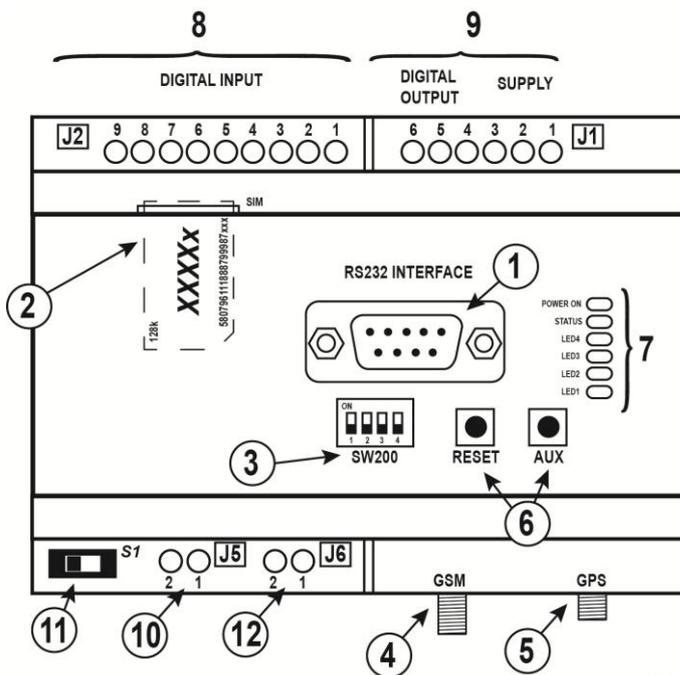

Fig. 1 – Indicações REWIND
2.1 Teclas e DIPSWITCH (Ref. Fig. 1)
2.2 LED de sinalização (Ref. Fig. 1)
2.3 Conexões para o dispositivo (Ref. Fig. 1)
- **(Até a versão de FW 1.36):** Pressionar a tecla "AUX" com o dispositivo desconectado da fonte de alimentação e mantê-lo pressionado pelo menos 5 seg depois de ligar o dispositivo. Com bateria opcional, é necessário também desligar o interruptor **S400 (Ref. 11 da Fig. 1)**. Lembrar de reinicializá-lo após a executada a configuração.